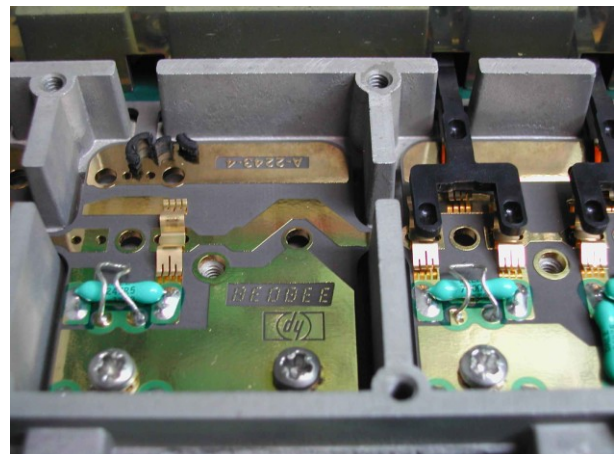

Abb. 3: Detail einer Abschwächersektion
- Alle in den gabelartigen Stößeln liegenden Kugeln und die darunterliegenden Kontaktfedern einsammeln - nur mit Pinzette anfassen! In Abb. 3 sind links oben Reste einer Mitnehmertülle zu sehen.